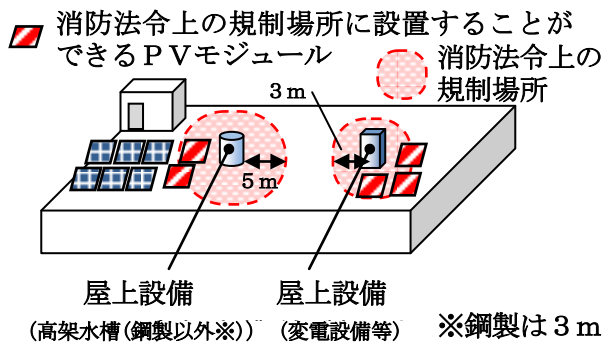

図3 一定の条件を満足するPVモジュールの設置
- (3) 消防法令上の規制場所へのPVモジュールの設置（図3参照）